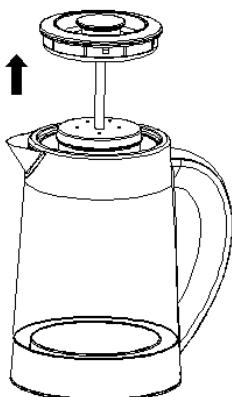
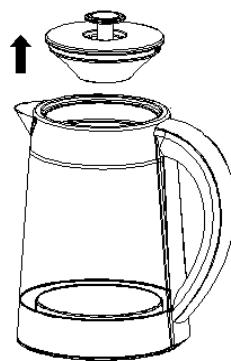

Abb. 6
Abb. 7
- Um das Wasser zu kochen, drücken Sie die in Abb. 6 gezeigte Deckelöffnungstaste; der Deckel öffnet sich, wenn diese Taste springt und dann können Sie ihn entfernen. Wenn Sie einen Tee kochen, können Sie den Deckel direkt abnehmen (in Abb. 7 gezeigt), den Tee in den Teebeutel geben und dann das entsprechende Wasser auf die Ebene zwischen MIN und MAX von der Wasserkocher Wassersäule gießen.